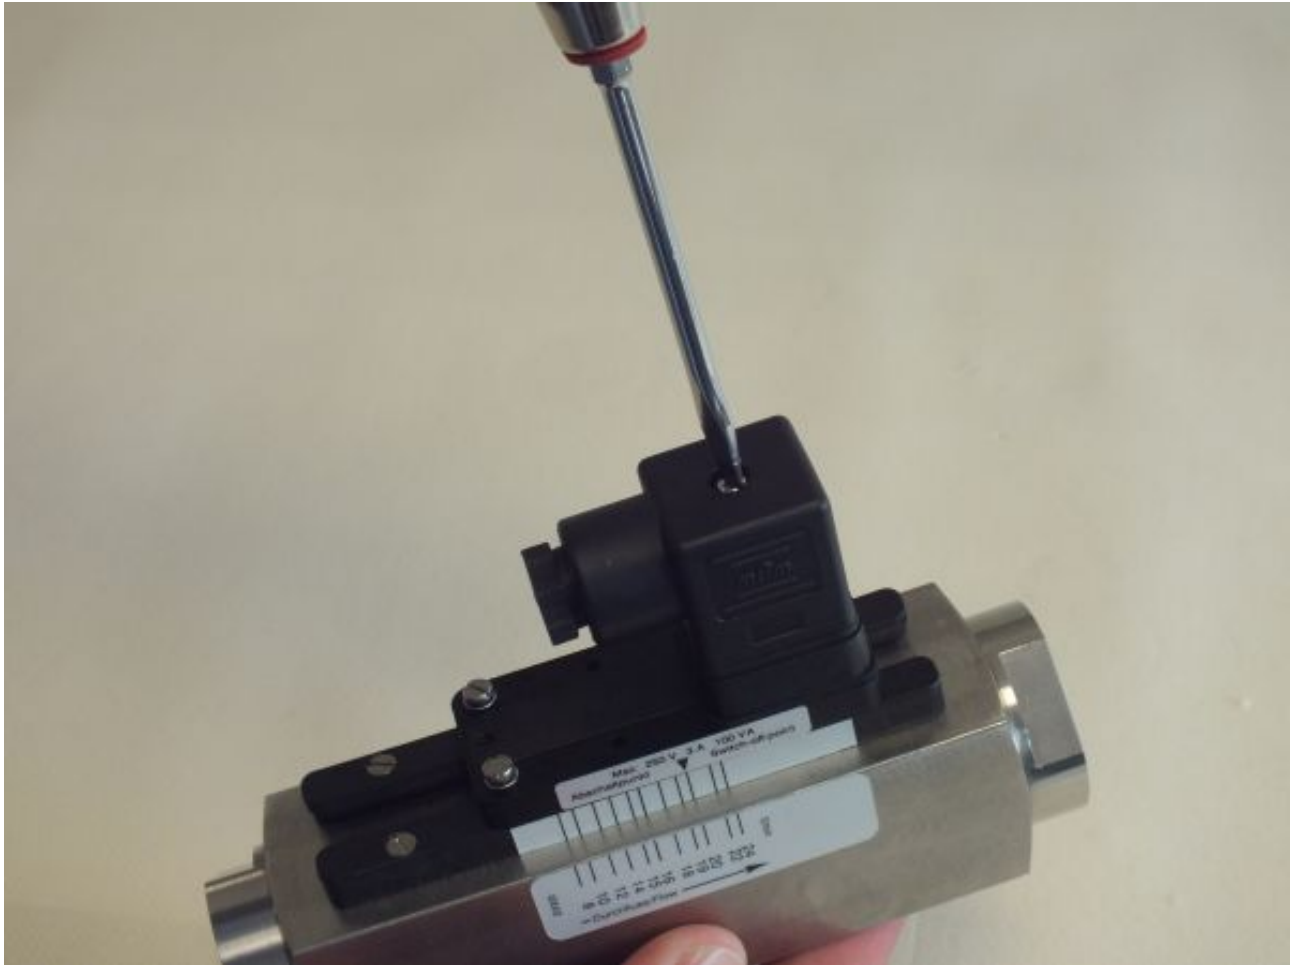

Abb. 64: Steckerdose lösen
1. ➤ Mit einem Schlitzschraubendreher die Befestigungsschraube (Abb. 64) der Steckerdose lösen